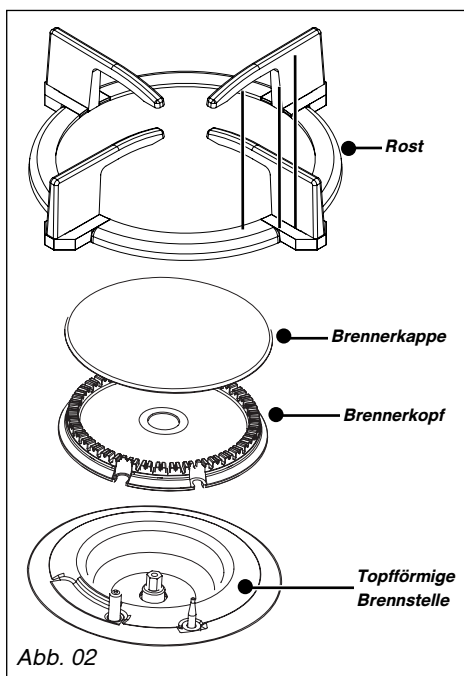

Abb. 02
❸ – Düsen austauschen, dabei folgendermaßen vorgehen:
– Mit dem mitgelieferten Schlüssel die Düsen im unteren Bereich jeder topfförmigen Brennstelle abschrauben und **entfernen** (Abb. 02).
– An der angegebenen Stelle mit einem Bleistift einen Strich auf der Kochstelle **ziehen** (Abb. 02).
– Mit einem flachen Schraubenschlüssel (Nr. 10) die mittlere Düse im Topf **losschrauben** (s. **A**), mit einem flachen Schraubenschlüssel (Nr. 7) die 3 um die mittlere Düse liegenden Düsen (s. **B**) lösen (Abb. 02).